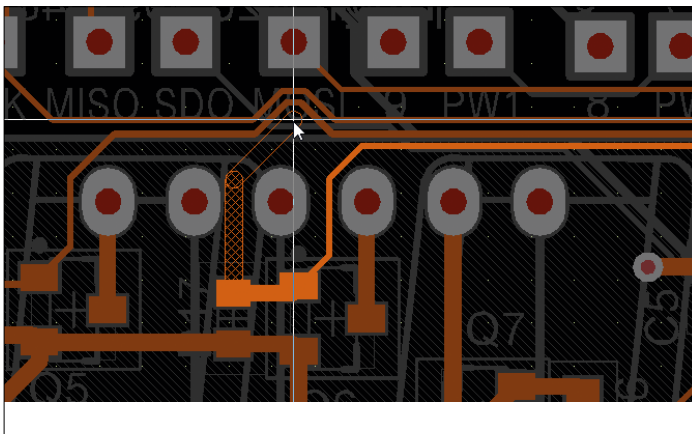

Figure 3. L'outil de routage interactif.
- *Push* : tente de pousser les pistes hors du chemin de la piste en cours de routage (fig. 3).